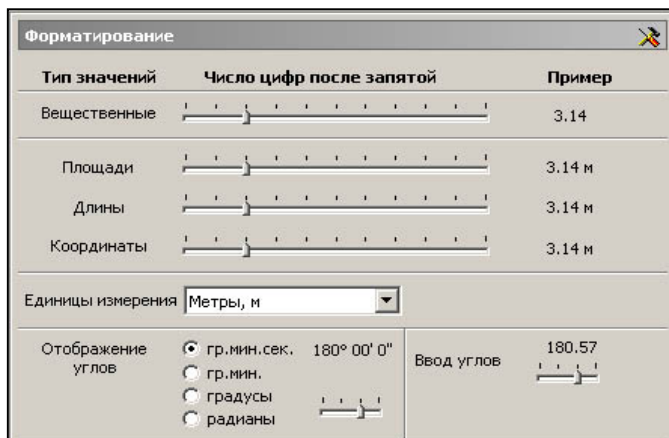

Рис. 3.13
- В разделе **Форматирование** (рис. 3.13) устанавливаются следующие настройки: